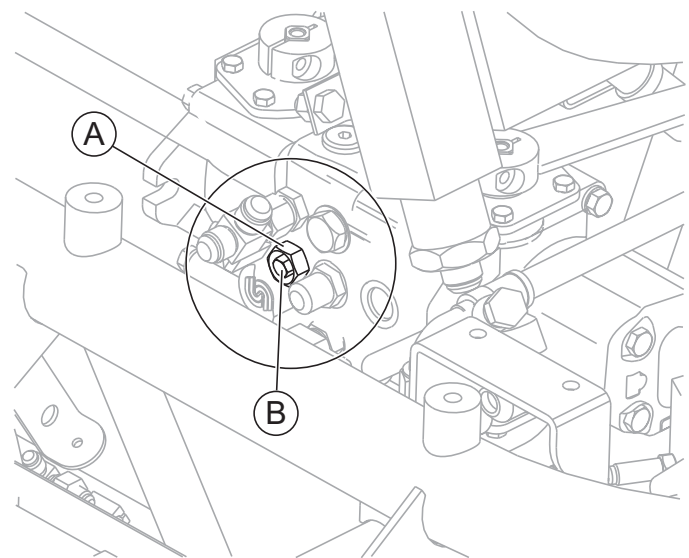

Figure 43. Réglage de la pression de direction
3. Desserrez le contre-écrou de 27 mm (1-1/16 po) sur la soupape de décharge (article A, Figure 43).
4. Utilisez une douille de 12,7 mm (1/2 po) pour ajuster le petit écrou à six pans dans le contre-écrou à six pans (article B, Figure 43).